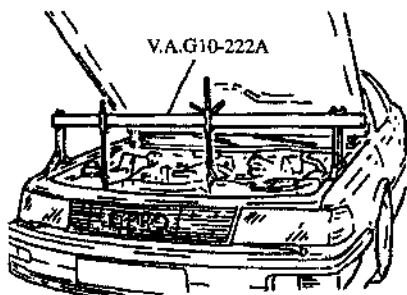

图 4.15 用心轴支承发动机
- ⑩ 拆下汽缸盖上的自动变速器油的加油管。
- ⑪ 拆下散热器风扇，拆下左边风扇并放在发动机上。
- ⑫ 拆下车身上发动机右支架的紧固螺栓。
- ⑬ 拆下隔音板。
- ⑭ 拆下横梁，拆下装有催化净化装置的前排气管。
- ⑮ 拆下排气系统的隔热板，拆下传动轴。
- ⑯ 从变速器上拆下变速杆拉锁，同时从变速器上拆下支架，拆下机油滤清器。
- ⑰ 从启动机上拆下电线，拆下启动机上部螺栓（拆卸时，穿过主减速器上方变速器的缝隙，用六角扳手拧下），拆下启动机下边的螺栓，同时取下启动机。
- ⑱ 通过启动机开口拆下液力变矩器上6个螺栓。
- ⑲ 拆下变速器支架两侧紧固螺栓。
- ⑳ 在发动机左支架上连接发动机支架同时用心轴支承发动机，如图4.15所示。